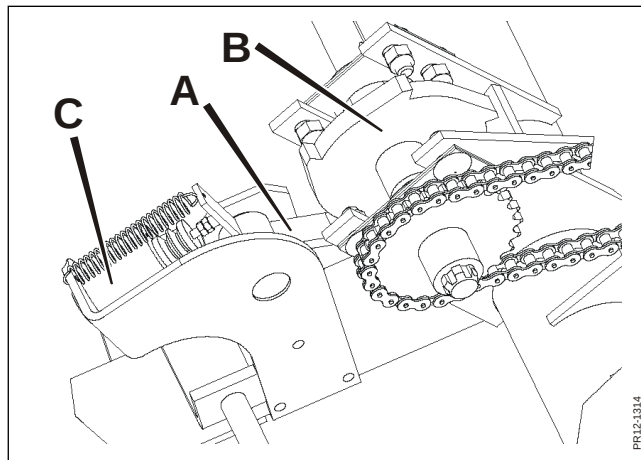

Fig. 5-3
**Fig. 5-3** Efter at metallet er detekteret sendes et signal, så spændingen på magnetspolen **C** kobles fra. Herved aktiveres klinken **A**, så den går i indgreb med klinkehjulet **B** og indføringen blokeres straks. Samtidig går reversfunktionen i neutral.